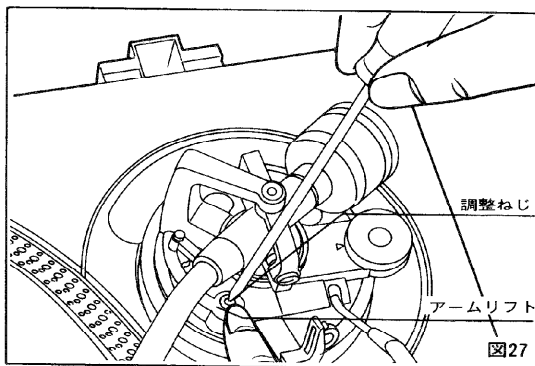

図27
- ねじ頭は六角形になっていますから、必ずアームリフトを下方へ押えながらねじをまわしてください。(図27)